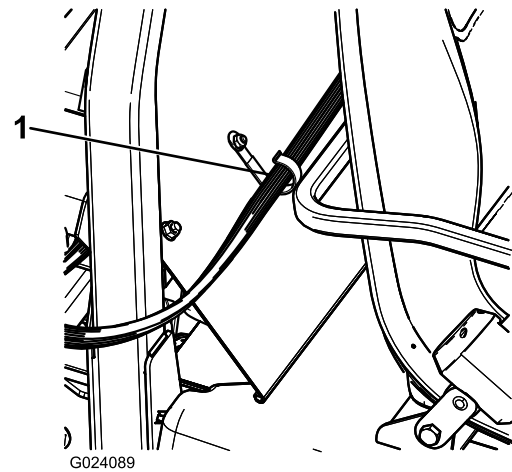

**Figura 21**
1. Installate 2 fermagli a J sul quadro centrale nei punti indicati in Figura 20 o Figura 21 usando le viti esistenti.